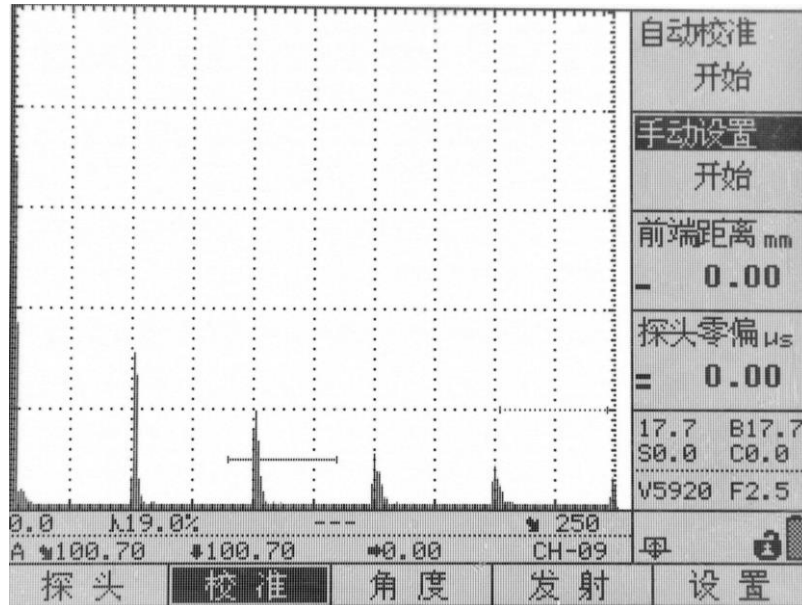

图 3.1
3) 选择“校准”主菜单，再选择“手动设置”子菜单，如图 3.1 所示，单击旋轮开始手动设置，按照提示依次输入声速和零偏。